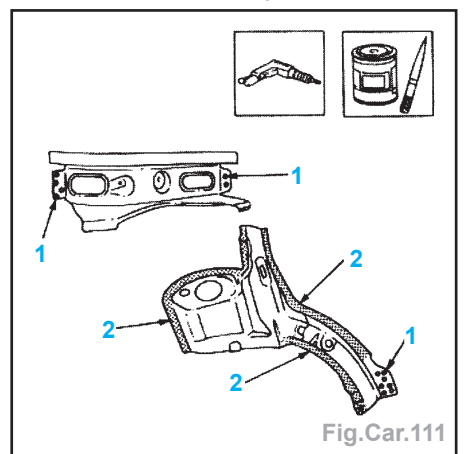

Fig.Car.111
- Effectuer des trous (1) appliquer un apprêt électro-soudable (2) (Fig.Car.111).